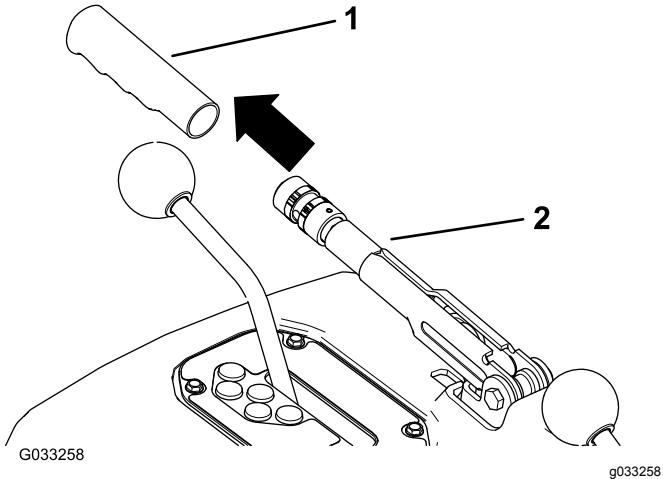

Рисунок 74
- Снимите резиновый наконечник рычага стояночного тормоза (Рисунок 74).
- Установите резиновый наконечник на рычаг стояночного тормоза (Рисунок 74).